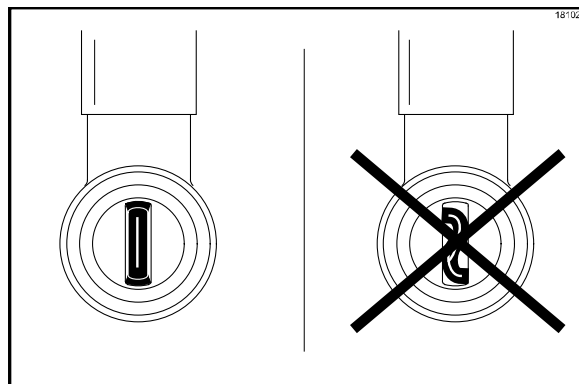

Figure 31
17. S'assurer que la vanne en bec de canard est montée correctement dans le raccord de tête de sirop. Le bout de la vanne en bec **doit être plat** pour hermétiser le flexible à sirop (Cf. Figure 31).